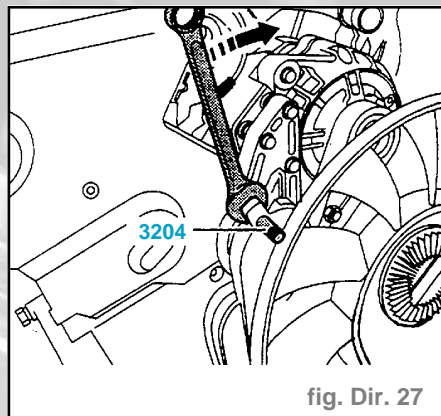

fig. Dir. 27
- Freiner avec l'outil spécial **3204** (fig. Dir. 27).